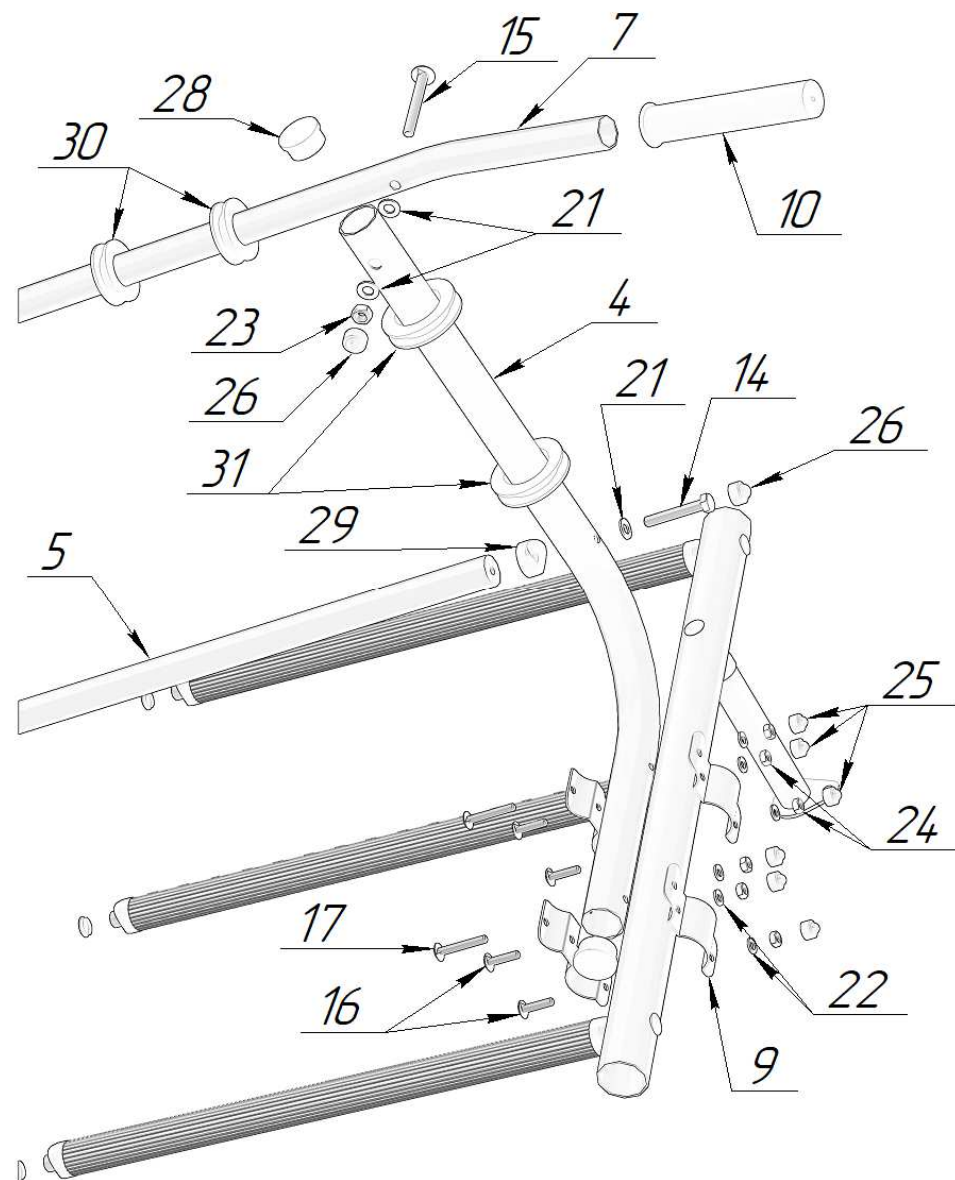
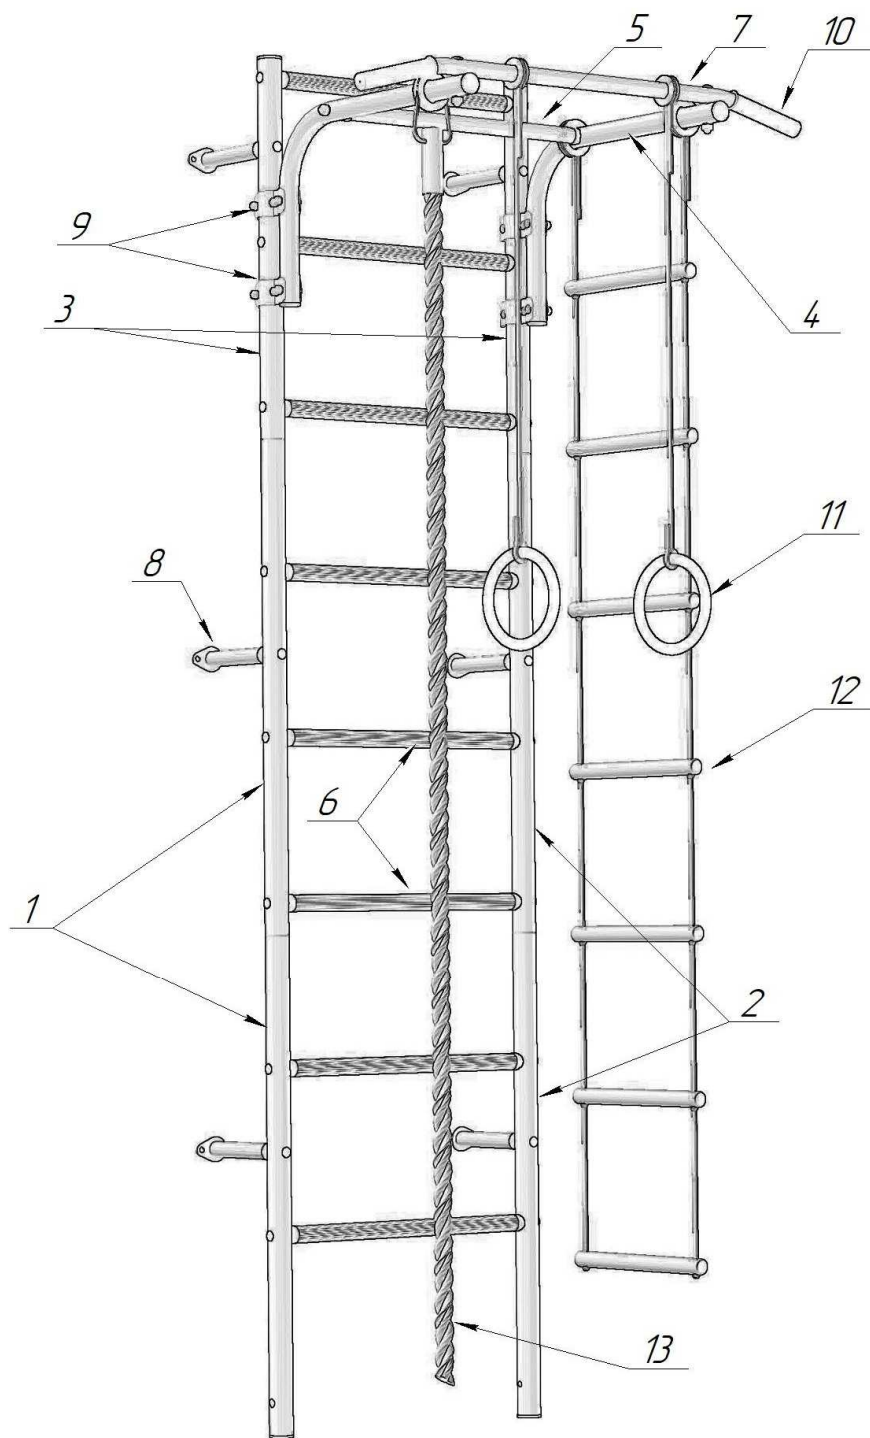
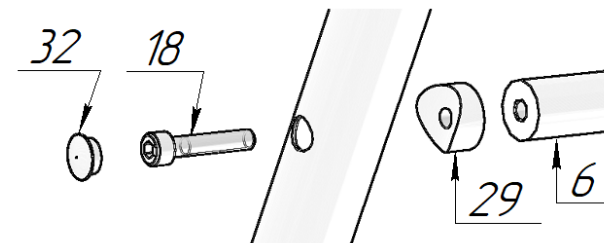
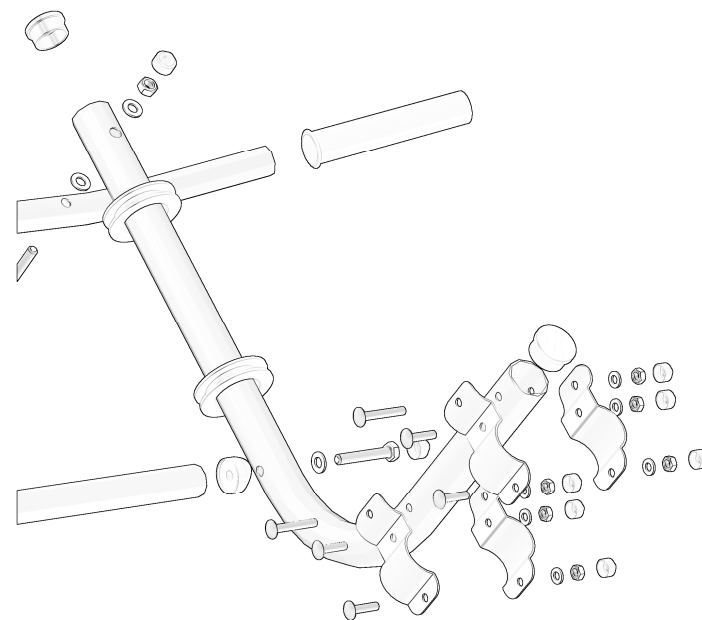

Рис. 6 – Сборка регулируемого по высоте турника.
Рис.5 – Основные детали КОМПЛЕКСА
Рис.3 – Сборка вертикальных стоек и перекладин.
Рис.4 – Крепление рамы турника при помощи металлических хомутов.
Устройство КОМПЛЕКСА см. на Рис.3, Рис.4, Рис. 5, Рис. 6.
6.4. Соедините трубы опорные с перекладинами (6) через вставки фигурные (29) при помощи винтов М8х25 (18) и затяните винты шестигранным ключом (20) см. рис. 3. Затяжку необходимо производить при условии, что шведская лестница лежит на ровной плоскости (например на полу).
6.8. Установите рамы турника (4) при помощи металлических хомутов на нужной высоте под рост ребенка, используя болты М6х25 (16), М6х40 (17), шайбы ф6 мм (22), и гайки М6 (24). (см. рис. 4, 6).